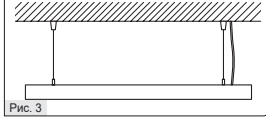

Рис. 3
- Установите светильник на трассовые подвесы (Рис. 3). Подвесы не входят в комплект поставки.